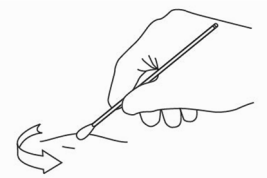

図 1
- 1) 院内のプロトコルに従って、ポートの穿刺部位及びその周囲の皮膚を消毒する (図 1)。